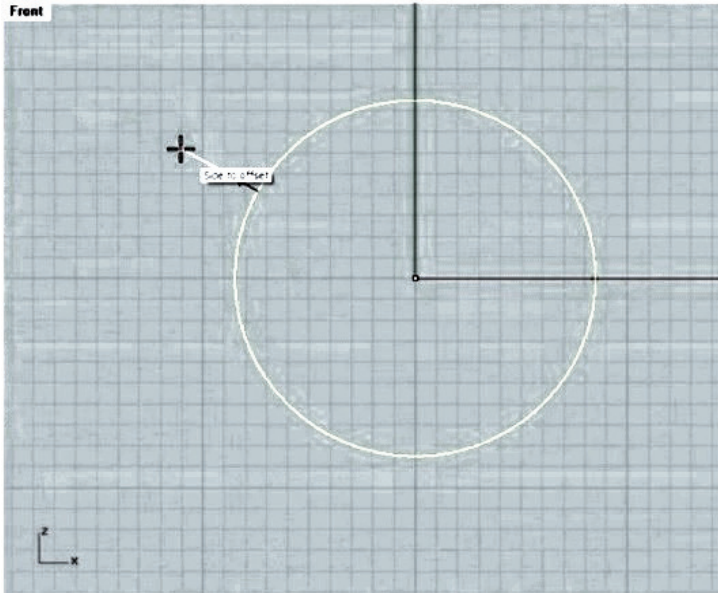
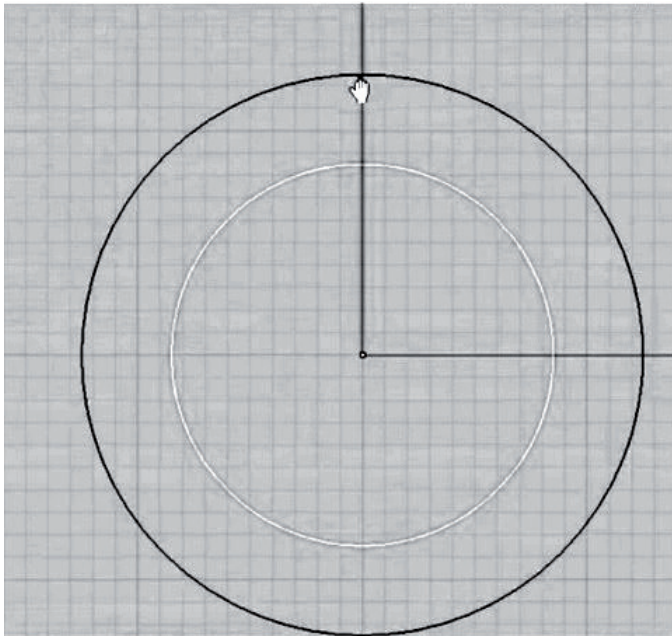

Рис. 93. Применение инструмента Offset Curve
Рис. 94. Вторая окружность
2. Выделяем полученную окружность и в панели Fillet Curves выбираем Offset Curve, далее в командной строке задаем разницу, равную 4 мм, и строим (рис. 93) вторую окружность (рис. 94) над имеющейся.